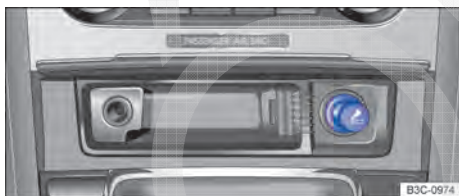

Fig. 153 No console central dianteiro: acendedor de cigarros no cinzeiro.
- Pressionar a cabeça do acendedor de cigarro para dentro com a ignição ligada ⇒ Fig. 153.